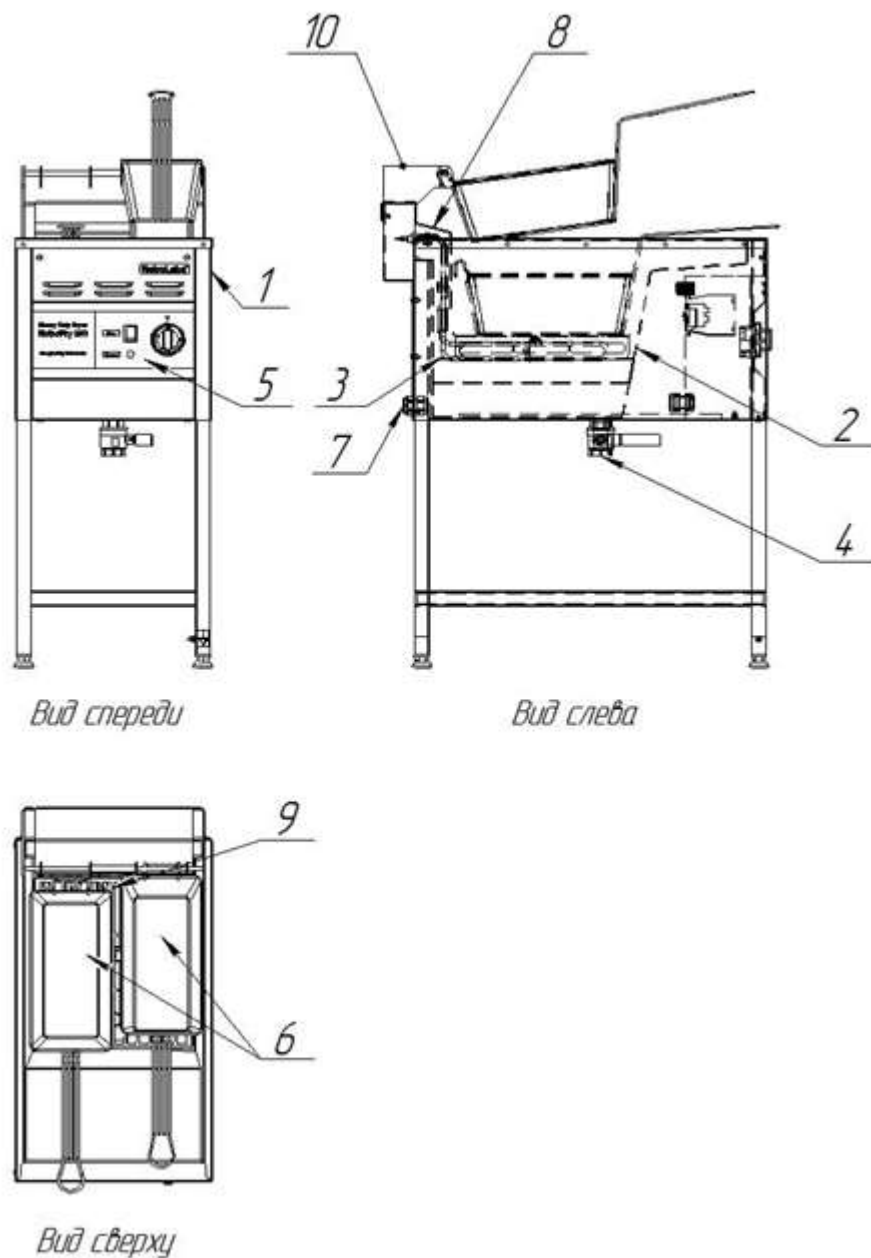
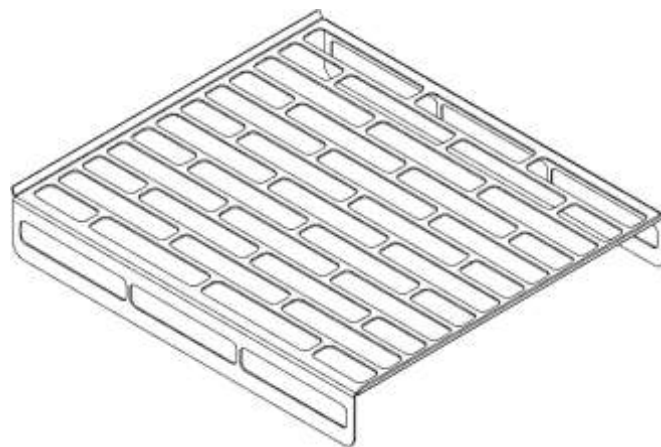

Рисунок 1¹:
Рисунок 4
Над ТЭНами (рисунок 1 поз.3), укладывается защитная решётка (рисунок 1 поз.9), предохраняющая электронагреватели от повреждений загруженными корзинами с продуктами.
Корзины устанавливают на зацепы (кронштейн корзин рисунок 1 поз.10). Во фритюрницах RoboFry MC зацепы находятся над ванной. Погружение корзин в ванну осуществляется вручную, строго на защитную решётку (рисунок 4).
2.4.5. Откройте сливной вентиль рисунок 1 поз.4, подождать опустошения ванны, закрыть сливной вентиль.